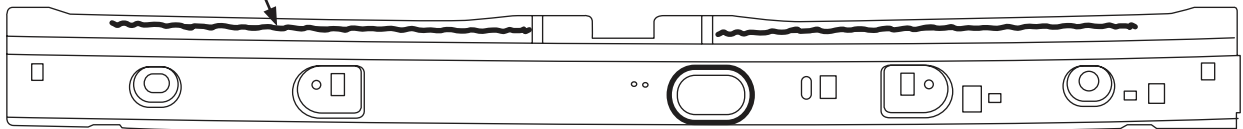

FIGURA 2
- Los puntos negros representan la ubicación de los diez (10) remaches ciegos (W707638-S900C).
- (Consulte la Figura 2) para ver la ubicación del material adherente.